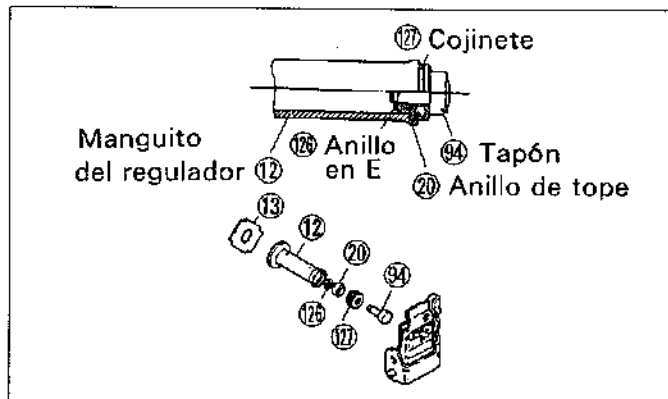

Figura.14-42 Montaje del regulador ②
- El otro tipo incorpora un cojinete (127). El tapón, arandela, cojinete, segunda arandela y anillo de tope se montan y retienen con un anillo en "E". (Vea la figura.14-42 y 14-43)